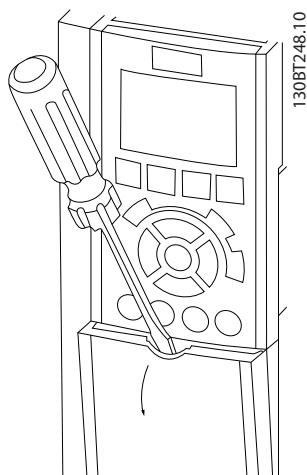
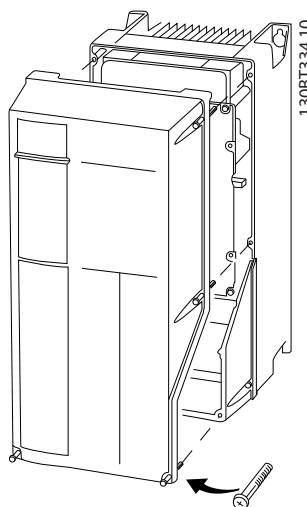

Ilustración 4.3 Acceso al cableado de las protecciones IP20 e IP21
Ilustración 4.4 Acceso al cableado de las protecciones IP55 e IP66
- Retire la cubierta con un destornillador (consulte la Ilustración 4.3) o aflojando los tornillos de fijación (consulte la Ilustración 4.4).